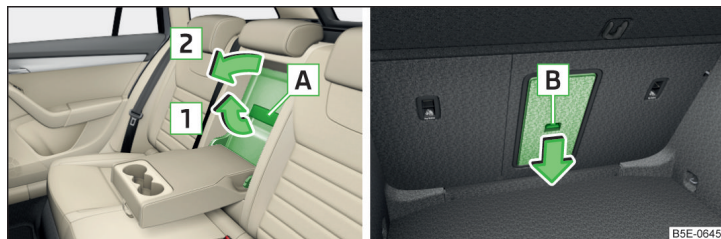

Fig. 95 Deschiderea capacului: din habitacul/din portbagaj
- › Trageți mânerul **A** în sensul săgeții **1** și rabatați capacul în jos, în sensul săgeții **2** » fig. 95.
- › Rabatați în jos cotiera din spate și capacul din spătar » fig. 95 la pagina 92.